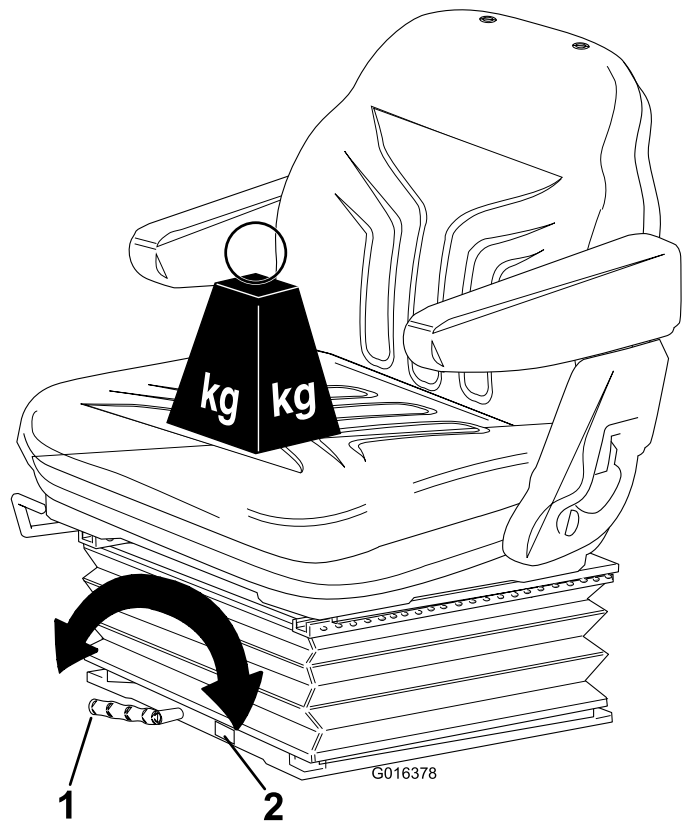

Figure 23
- Tournez la poignée dans le sens horaire pour augmenter la rigidité de la suspension et dans le sens antihoraire pour la réduire (Figure 23).